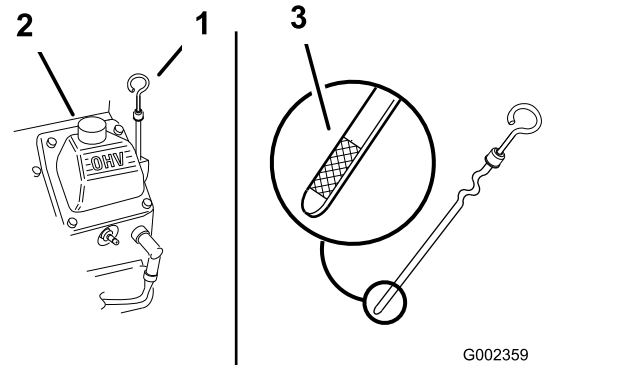

Figura 44
2. Pulite attorno all'asta di livello (Figura 44) in modo che la morchia non possa penetrare nel foro di rifornimento e danneggiare il motore.
3. Togliete l'asta di livello, asciugatela e reinseritela a fondo (Figura 44).
4. Rimuovete l'asta e controllate il livello dell'olio. Il livello dell'olio deve essere compreso tra i segni di limite di pieno "F" e basso "L" sull'asta di livello (Figura 44).
5. Se il livello dell'olio è al di sotto del segno basso "L", rimuovete il tappo del tubo di riempimento (Figura 44) e aggiungete l'olio specificato fino a quando il livello non raggiunge il segno di pieno "F" sull'asta di livello.